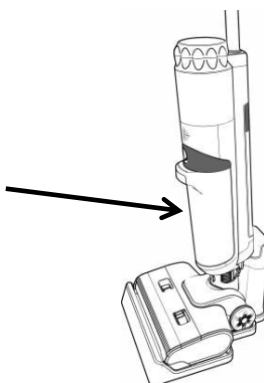

Fig. 9
3. Enfoncez le réservoir jusqu'à ce qu'il s'enclenche (Fig. 9).